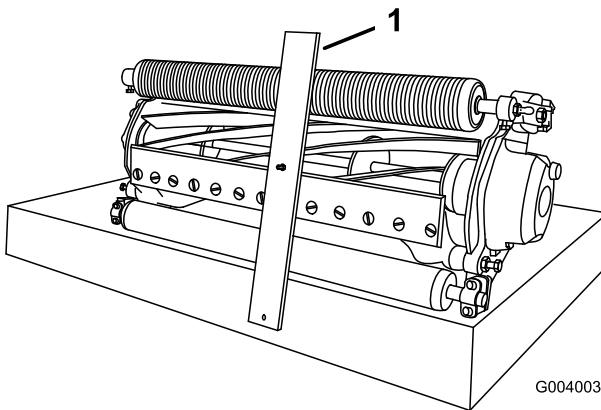

Figure 16
- Accrochez la tête de la vis sur le bord tranchant de la contre-lame et appuyez l'arrière du gabarit contre l'arrière du rouleau (Figure 16).